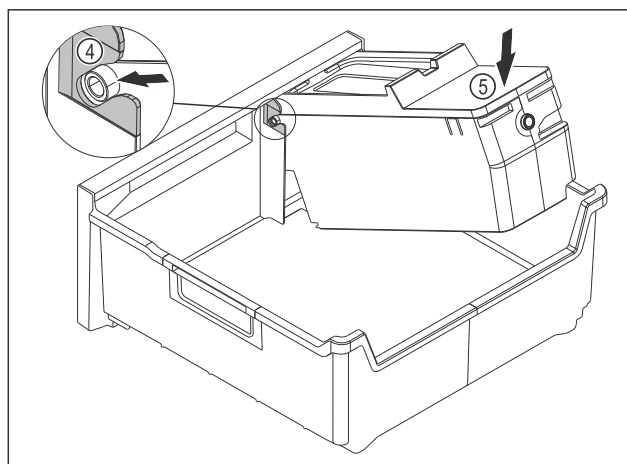

Fig. 134
- Смонтируйте корпус EasyTwist-Ice: Вставьте оси корпуса EasyTwist-Ice в направляющие Fig. 134 (4).
- Вдавите корпус EasyTwist-Ice Fig. 134 (5) вниз.